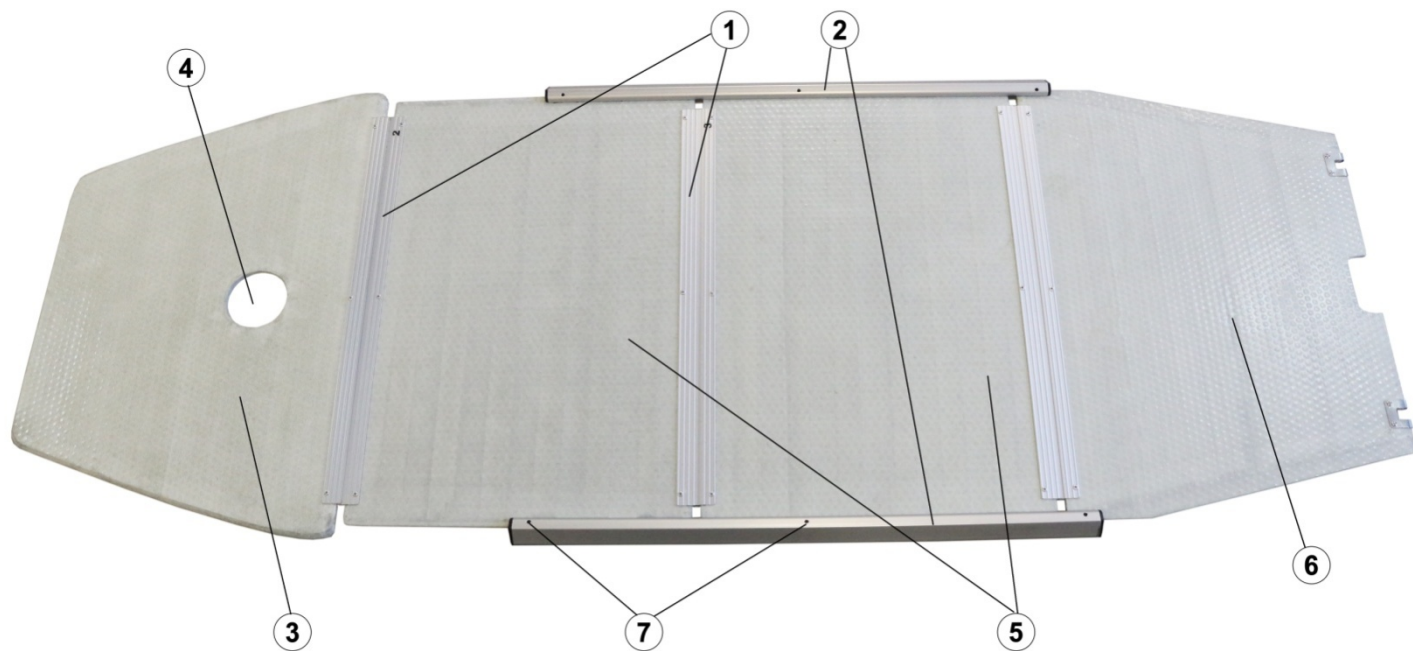

Рис.2
3.2. Жесткость конструкции обеспечивается разборным жестким настилом (Рис.2), скрепленным поперечными, направляющими (поз.1) и стрингерами продольной жесткости (поз.2), входящими в конструкцию днища. Жесткий настил